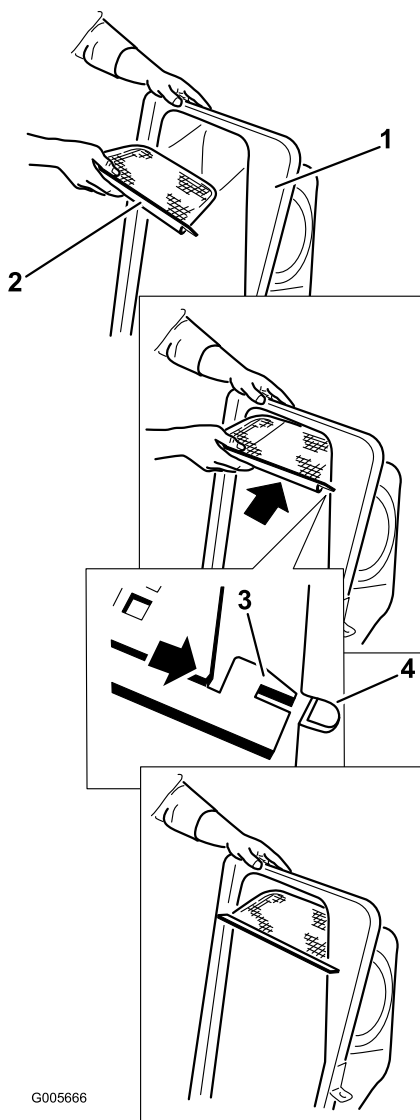

Figura 11
2. Montate la griglia come illustrato nella Figura 11 e verificate che sia inclinata verso i cestini di raccolta.